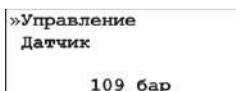

Рисунок 4.2 – Экран меню давление
2. В меню "Давление" (рис. 4.2) клавишами ,  выбрать пункт "Управление" и нажать клавишу .
2. В меню "Давление" (рис. 4.2) клавишами Δ , ∇ выбрать пункт "Датчик" и нажать клавишу \checkmark .